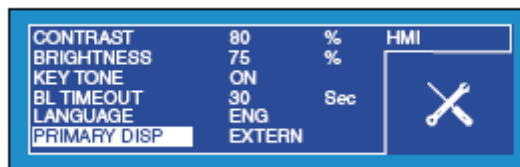

图 4.12 HMI 设置菜单
1. 在设置（SETTINGS）菜单，选中人机界面（HMI）。人机界面（HMI）的菜单如图 4.12 所示。